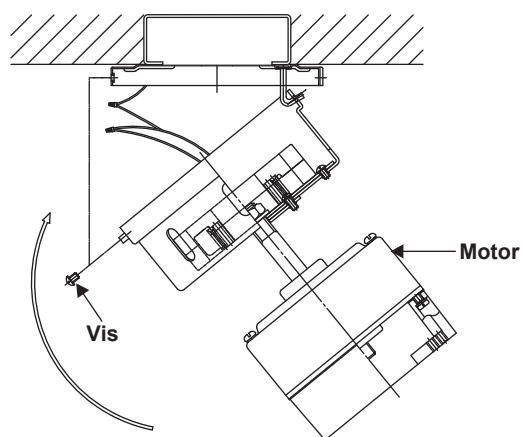

Figure 7
Étape 1. Placez le moteur du ventilateur sur les quatre trous de montage et fixez-le à l'aide des quatre vis fournies. (Fig. 7)